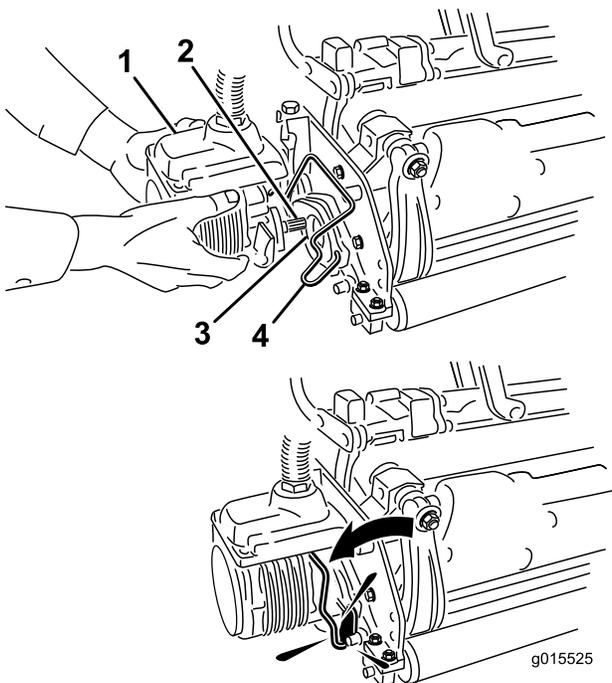

Figure 37
6. Enduisez de graisse propre l'arbre cannelé du moteur de plateau de coupe (Figure 37).
7. Insérez le moteur dans le côté gauche du plateau de coupe (vu de la position de l'utilisateur) et tirez la barre de retenue du moteur située sur le plateau de coupe vers le moteur jusqu'à ce qu'un déclic soit entendu des deux côtés du moteur (Figure 37).